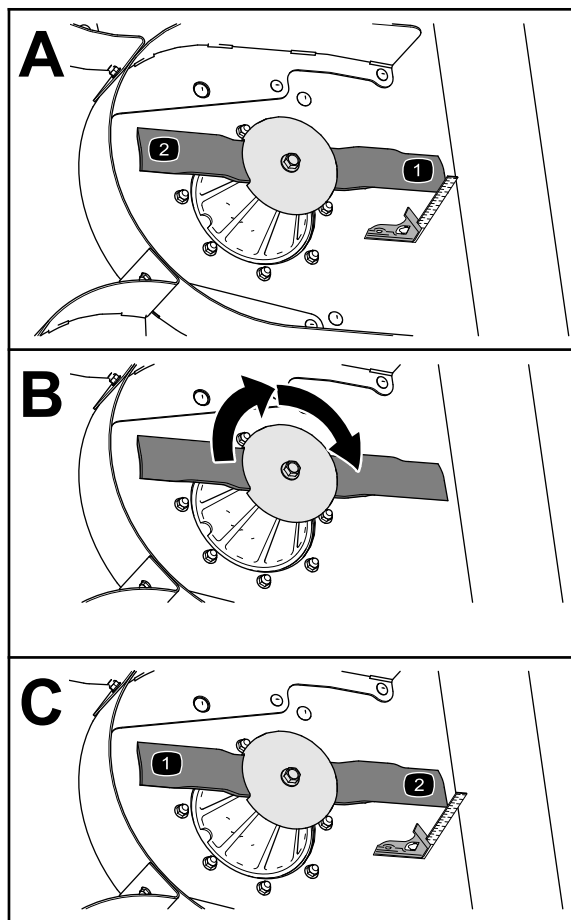

図 72
3. 直角定規を使用して、きれいにした部分から刃先までの距離を測る図 72。
4. ブレードを 180° 回転させる図 72。
5. きれいにした部分から刃先までの距離を測る図 72。